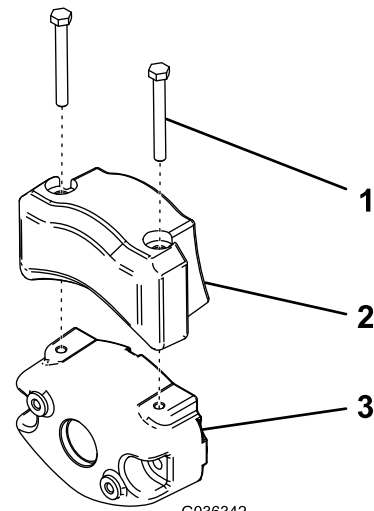

图 10
- 4. 如图 10 所示用 2 个平头螺丝将电气配重块固定到现有配重块上。